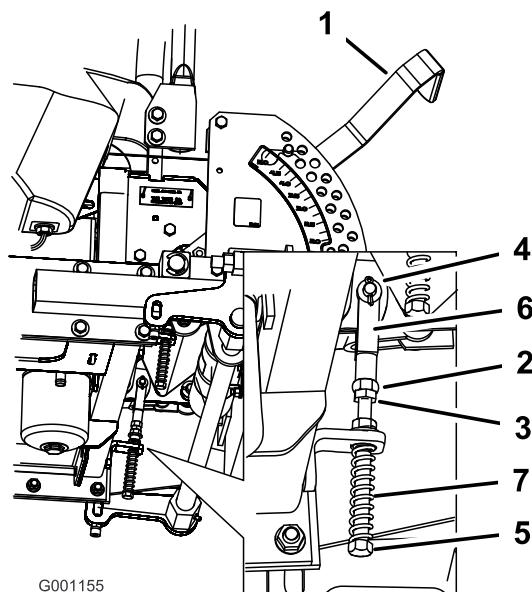

Figura 71
8. Se occorre regolare, allentate il dado e il controdado contro la forcella (Figura 71).
nella direzione opportuna finché la leva di controllo non si trova al centro, in posizione di bloccaggio in folle (Figura 71).
10. Serrate il dado e il controdado (Figura 71).